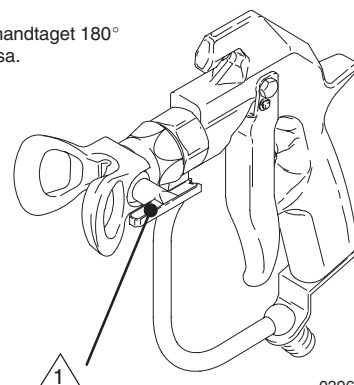

Fig. 4
2. Lås avtryckarspärren. Vrid tillbaka RAC IV munstycks-handtaget 180°. Se Fig. 4.
4. Lås avtryckarspärren. Vrid munstyckshandtaget till sprutläge. Se Fig. 4.